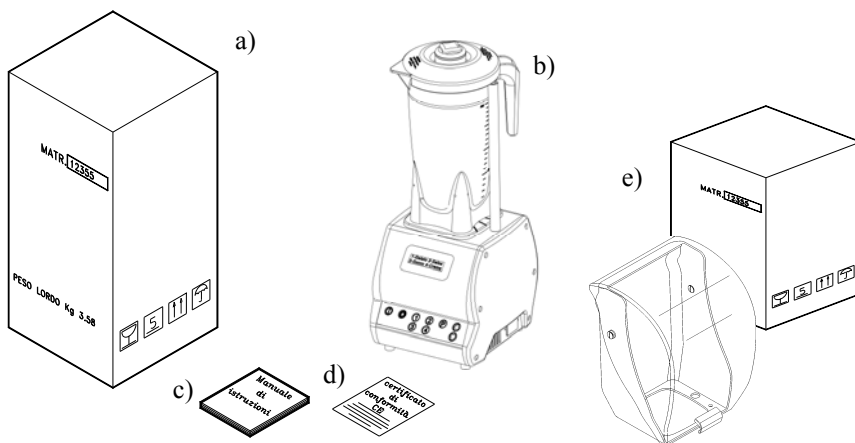

ABB. Nr.3 - Verpackungsbeschreibung
3.1 - SPEDITION DES GERÄTES (siehe ABB. Nr.3)
Wenn das Frachtstück beim Empfang keine äußeren Schäden aufweist, öffnet man es und kontrolliert die Vollständigkeit des Verpackungsinhaltes (siehe ABB. Nr. 3). Sollten dagegen beim Empfang Beschädigungen festzustellen sein, die auf Stöße oder Fall zurückzuführen sind, muss dies dem Kurier mitgeteilt werden und innerhalb von 3 Tagen ab Zustellungsdatum, das aus den Dokumenten hervorgeht, muss ein ausführlicher Bericht über die eventuellen Schäden am Gerät abgefasst werden. **Die Verpackung nicht auf den Kopf stellen!!** Beim Transport sicherstellen, dass es fest an allen vier 4 Seiten ergriffen wird (wobei man es parallel zum Boden hält).